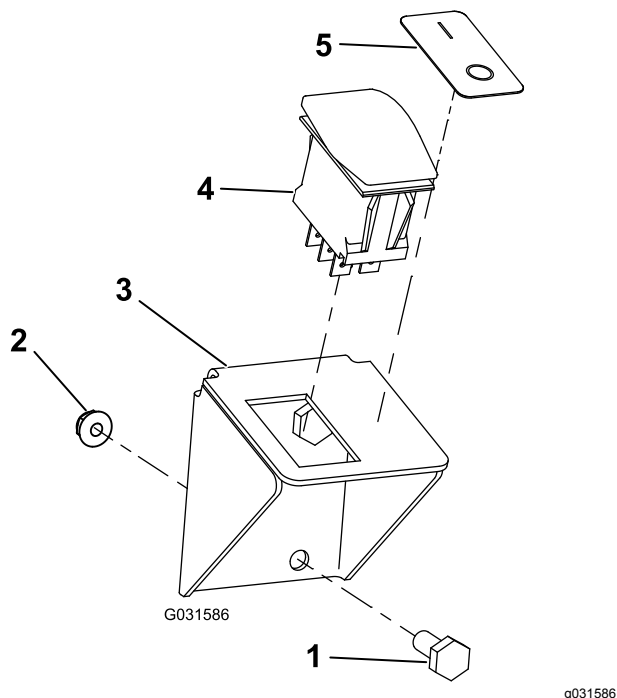
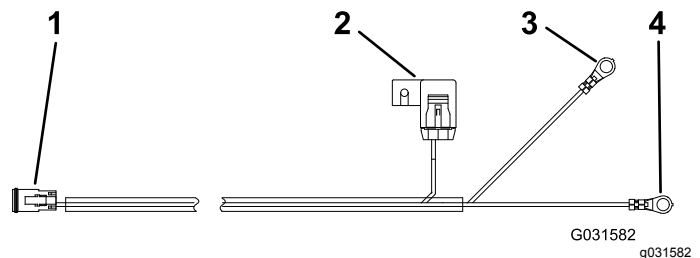

Figure 9
Figure 11
- B. Fixez le support de l'interrupteur à la planche de bord au moyen de 2 boulons et 2 écrous à embase (Figure 9).
4. Connectez le faisceau d'interrupteur à l'interrupteur (Figure 9 et Figure 11).
5. Apposez l'autocollant près de l'interrupteur (Figure 9).
Pour alimenter le kit directement à partir de la batterie, utilisez le faisceau de batterie (Figure 11).